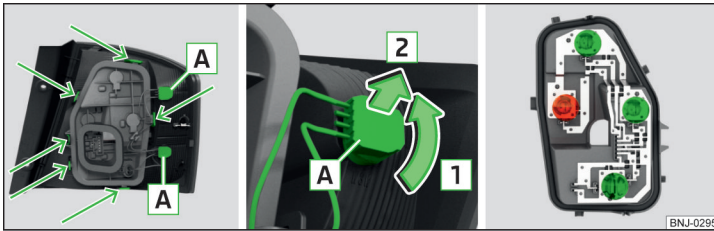

Abb. 307 Äußerer Teil der Leuchte / Glühlampe herausnehmen / Lampenhalter
- › Die Fassungen mit den Glühlampen **A** in Pfeilrichtung **1** drehen » Abb. 307.
- › Den Lampenhalter in mit Pfeilen gekennzeichneten Bereichen entriegeln » Abb. 307 und den Lampenhalter aus der Leuchte herausnehmen.
- › Die Fassung mit der Glühlampe **A** in Pfeilrichtung **1** drehen » Abb. 307.